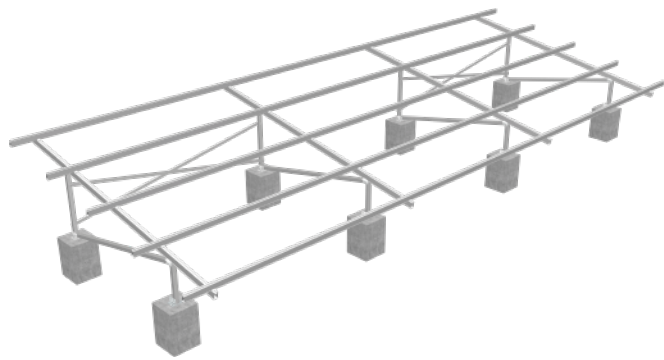

图2
c.按照规划位置把M10*100外六角螺栓组件锁紧，同时安装其他位置的M10*100外六角螺栓组件，整体效果图如（图2）。